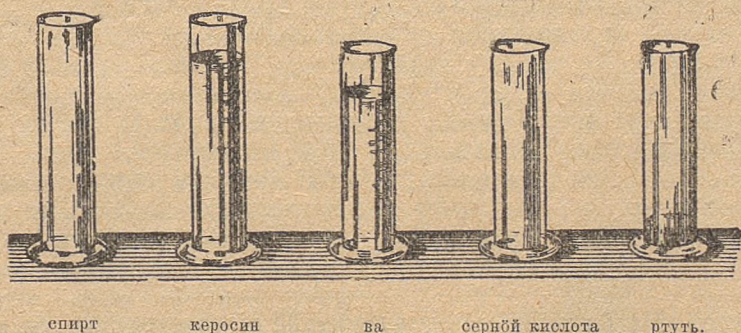

Рис. 20. Öтыжда вес дырни быдкөдь жидкостезлөн объёммез (видзöт 7 упр.).
7. Тѣдвы, мылвы колѣ пустѣй мензуркаэзѣ кысътны сернѣй кислота да спирт. (Рис. 20 ѣтлаын решайтѣмнас чертитны тетрадзѣзѣ.)